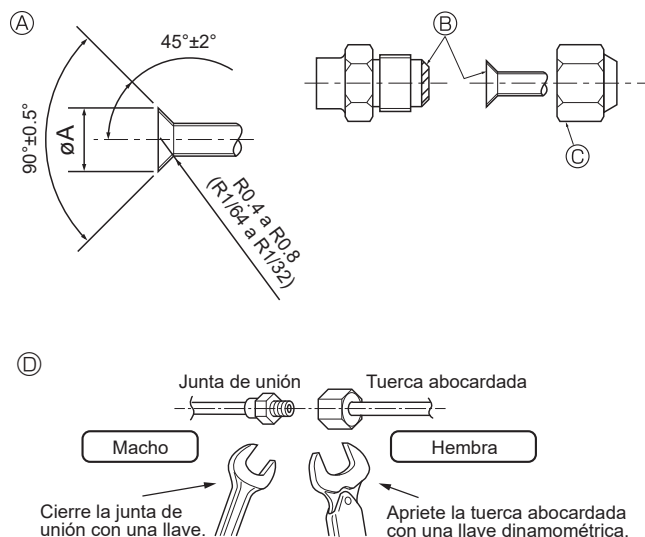

Fig. 4-1
4.2. Tubos de conexión (Fig. 4-1)
- Abocarde los extremos de las tuberías de refrigerante. (A)
- Aplique aceite refrigerante para máquinas sobre toda la superficie abocinada. (B)
- Utilice las tuercas abocadadas como se indica. (C)
- Utilice 2 llaves para apretar las conexiones de los tubos. (D)